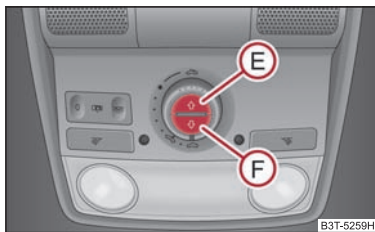

Fig. 44 Teclas para la cortinilla anti-solar enrollable
Se puede abrir o cerrar la cortinilla antisolar enrollable individualmente con las teclas ⇒ fig. 44.
- Para abrir por completo pulse brevemente la tecla **(E)** ⇒ fig. 44.
- Para cerrar por completo pulse brevemente la tecla **(F)** ⇒ fig. 44.
Para la inicialización de la cortinilla antisolar pulse el conmutador (F) ⇒ página 60, fig. 44 aprox. 10 segundos.